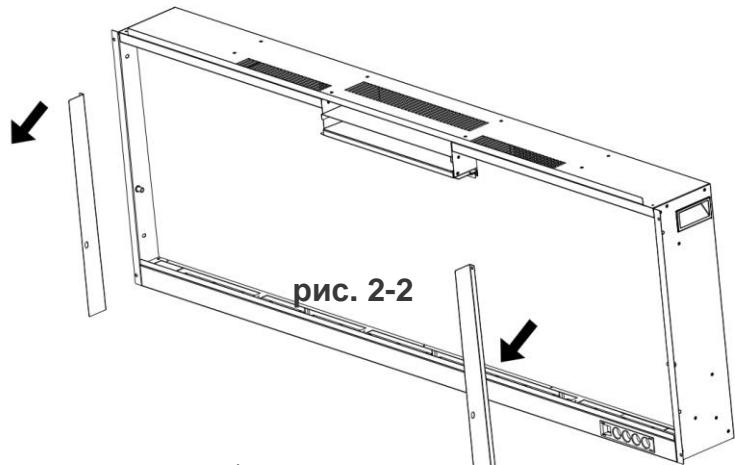

рис. 2-2
B. Снимите две скобки и отложите их в сторону (**рис. 2-2**)